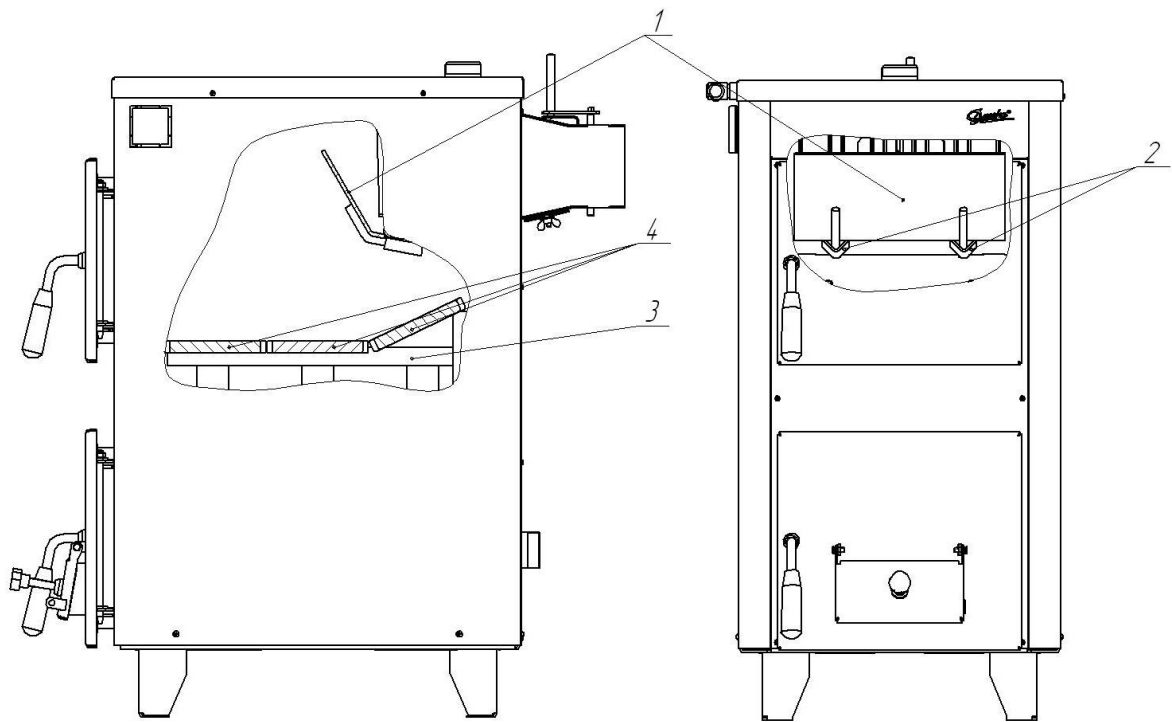

Рис.6 Монтаж направляючої стінки і колосників на режим для приготування їжі
9.1.6 Для приготування їжі в літній період необхідно встановити два кутники 3 на розпалювальні канали та перемістити колосникові решітки 4 на них, як показано на рис.6. В апараті «ДАНКО АКТВ-15» також необхідно встановити направляючу стінку 1 з комплекту апарата на утримувачі 2 (див. рис.6.). При цьому тепловіддача в систему опалення зменшиться, а на плиту збільшиться .